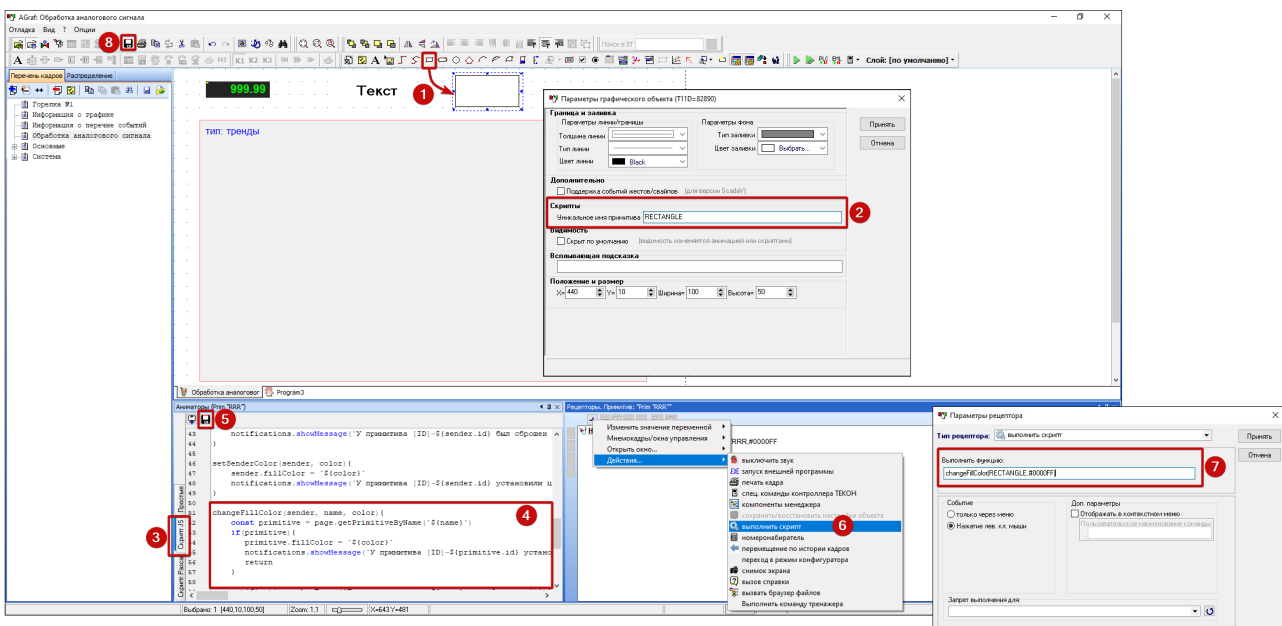

Рисунок 11.5. Реализация запуска скрипта по рецептору
- 1) Добавьте на кадр примитив (рис. 11.5 [1]). В нашем примере это будет прямоугольник.